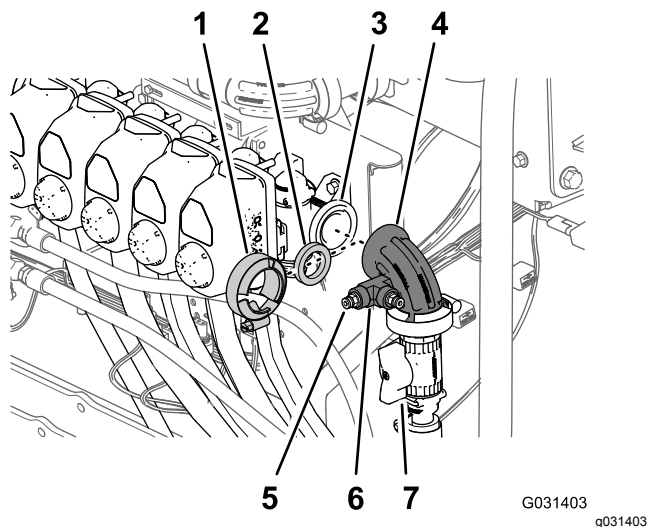

図 185
1. ホースリール用のガスケットと90°エルボを、ノズルバルブ 10 番のフランジに合わせる 図 185。
2. フランジ付きクランプ使って、エルボとガスケットを取り付け、クランプを手締めする 図 185。
3. チューブカップラのねじ山部に PTFE テープを巻き、図 185 のようにカップラを T 字フィッティングに取り付ける。